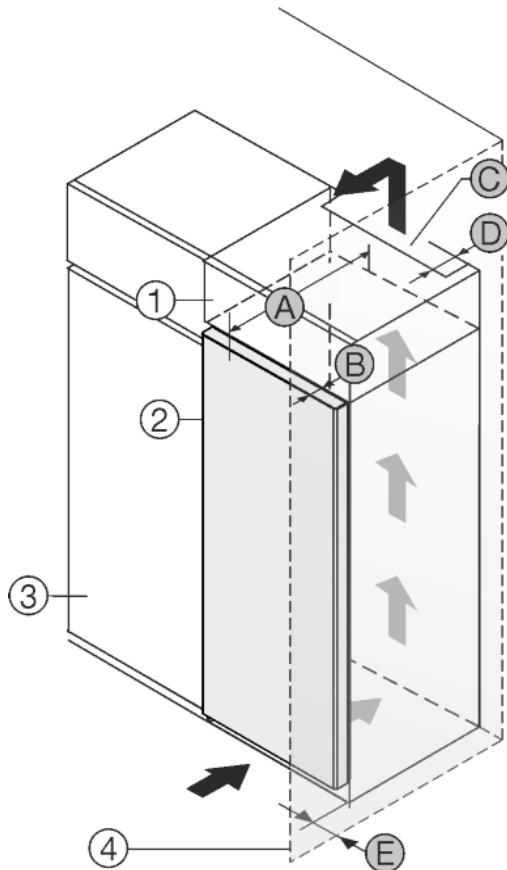

Fig. 1
Amplasați aparatul direct lângă dulapul de bucătărie Fig. 1 (3).\*
În partea din spate a dulapului suspendat trebuie să existe o fantă de aerisire cu grosimea Fig. 1 (D) pe toată lățimea dulapului suspendat.
Sub tavanul încăperii trebuie să fie respectată secțiunea de ventilație Fig. 1 (C).
Atunci când aparatul este montat cu balamalele lângă un perete Fig. 1 (4), distanța dintre aparat și perete trebuie să fie de minim 40mm. Această valoare corespunde proeminenței mânerului cu ușa deschisă.